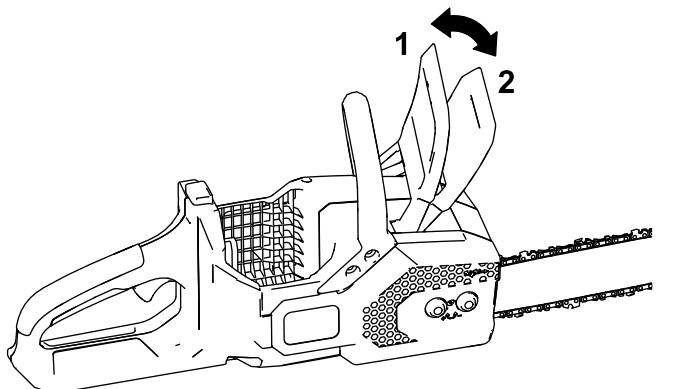

Figure 25
1. Engagez le frein de chaîne en l'actionnant vers l'avant à la position ARRÊT (Figure 25).
4. Désengagez le frein de chaîne en l'actionnant vers l'arrière à la position MARCHE (Figure 25).
4. Vérifiez que le frein de chaîne est en position de MARCHE (Figure 25).